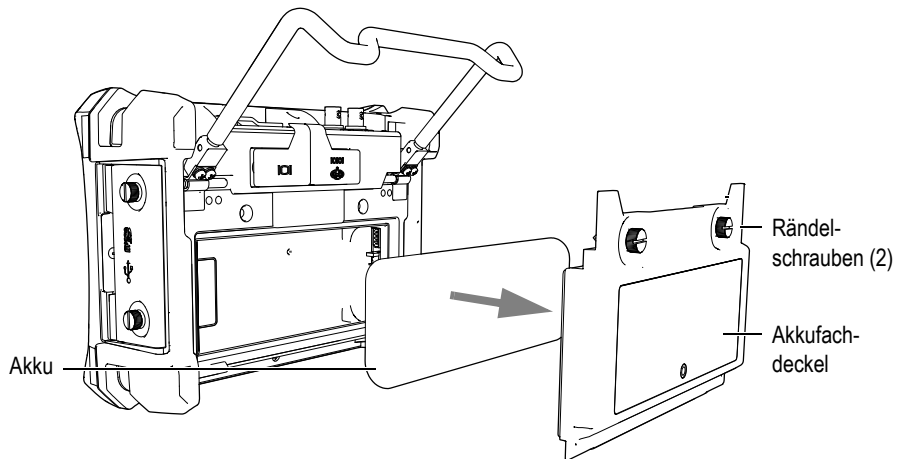

Abbildung 1-10 Entfernen des Akkufachdeckels und des Akkus
2. Hinten am Gerät die beiden Rändelschrauben lösen, mit denen der Deckel des Akkufachs angeschraubt ist und diesen abheben (siehe Abbildung 1-10 auf Seite 33).
3. Gegebenenfalls den Lithium-Ionen-Akku herausnehmen (siehe Abbildung 1-10 auf Seite 33).